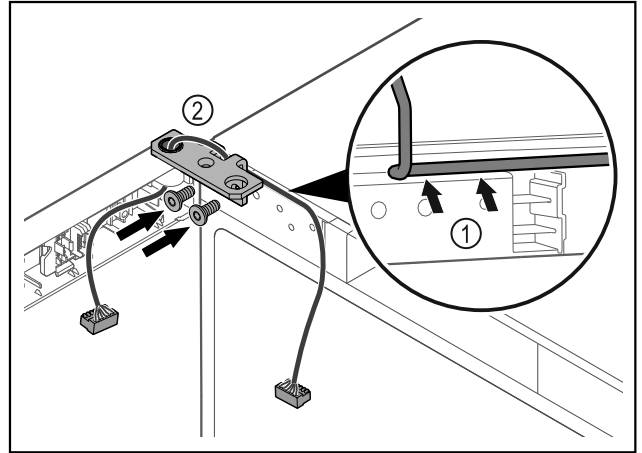

Fig. 39
- ▶ Prakiškite laidą pro šarnyrinio kampuočio angą ir atsargiai nutieskite Fig. 39 (1).
- ▶ Prisukite šarnyrinį kampuočių Fig. 39 (2).